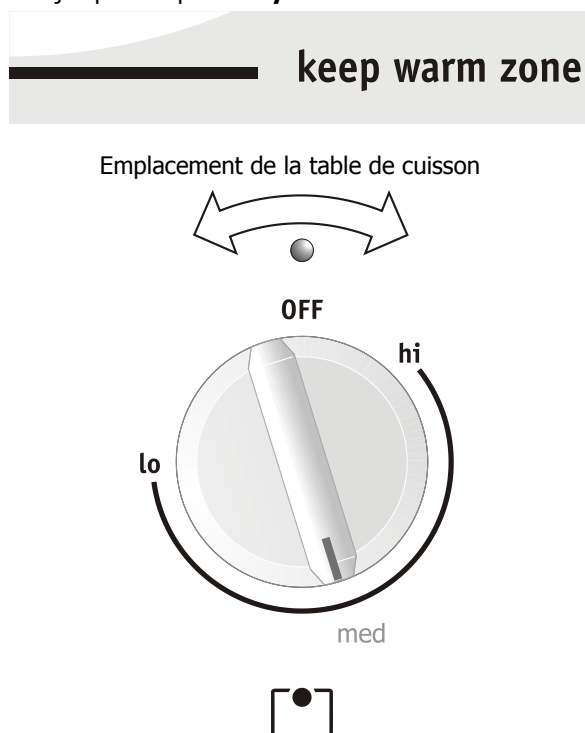

Fig. 1 (avec réglage approximatif illustré pour la température moyenne)
1. Poussez et tournez le bouton vers la gauche ou la droite (fig. 1). Les températures sont approximatives et sont identifiées par **HI (Élevé)** et **LO (Bas)**. Cependant, la commande peut être réglée à n'importe quelle position entre **HI (Élevé)** et **LO (Bas)** pour obtenir différents niveaux de chauffage.